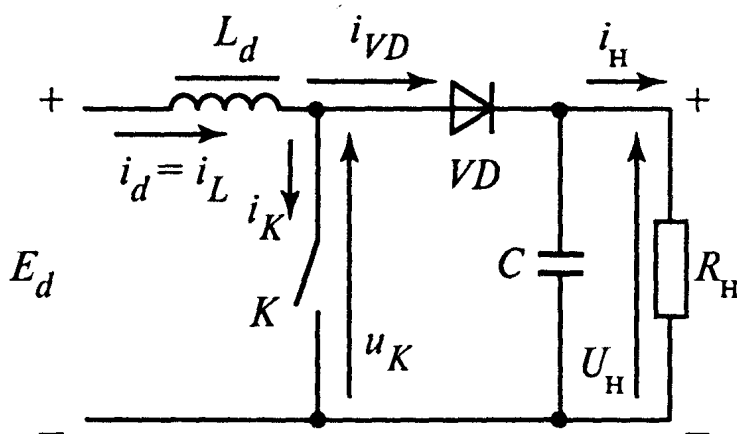

Рис. 2
2. Напряжение источника питания ИРПН второго типа (рис.2) $E_d = 12$ В, сопротивление нагрузки $R_H = 24$ Ом, напряжение на нагрузке $U_H = 24$ В, частота переключения ключа K $f = 1000$ Гц. Определить: 1) коэффициент заполнения γ ; 2) среднее значение тока ключа I_K и среднее значение тока диода I_{VD} , пренебрегая пульсациями тока в катушке индуктивности и нагрузке.